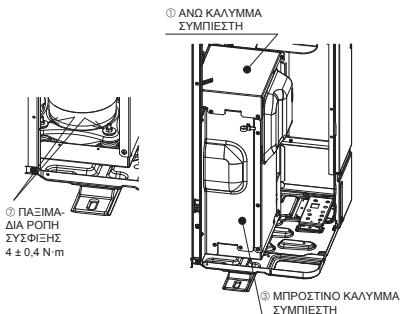

Fig. 4-2
- Αφού αφαιρέσετε τα σταθερά εξαρτήματα του ΣΥΜΠΙΕΣΤΗ, φροντίστε να σφίξετε τα παζιμάδια και να επαναφέρετε το ΑΝΩ ΚΑΛΥΜΜΑ ΣΥΜΠΙΕΣΤΗ και το ΜΠΡΟΣΤΙΝΟ ΚΑΛΥΜΜΑ ΣΥΜΠΙΕΣΤΗ στην αρχική τους κατάσταση. (Fig. 4-2)